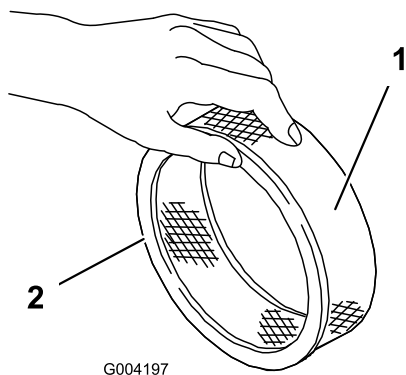

Figura 146
5. Inspeccione el elemento de papel por si estuviera roto, tuviera una película aceitosa o la junta de goma estuviera dañada (Figura 146).